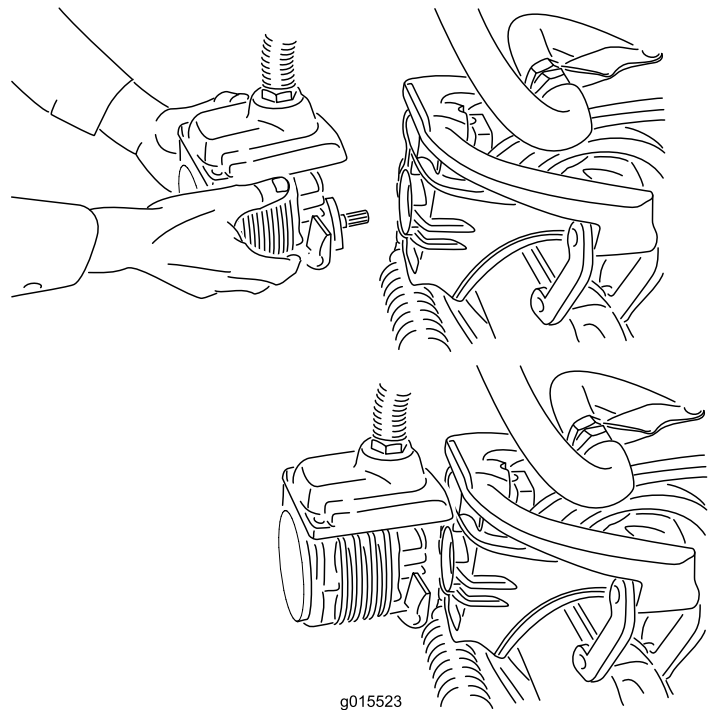

図 40
4. 外したモータは、サスペンションアームの前端にある一時保管位置にセットしておく(図 40)。